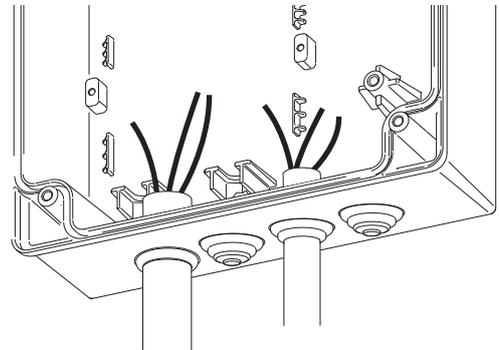

Fig. 2
- 3) Introducir la guarnición en todo el perímetro del cierre de la caja desde el centro del borde inferior (fig. 2). No tirar la guarnición si no empujarla en su alojamiento.